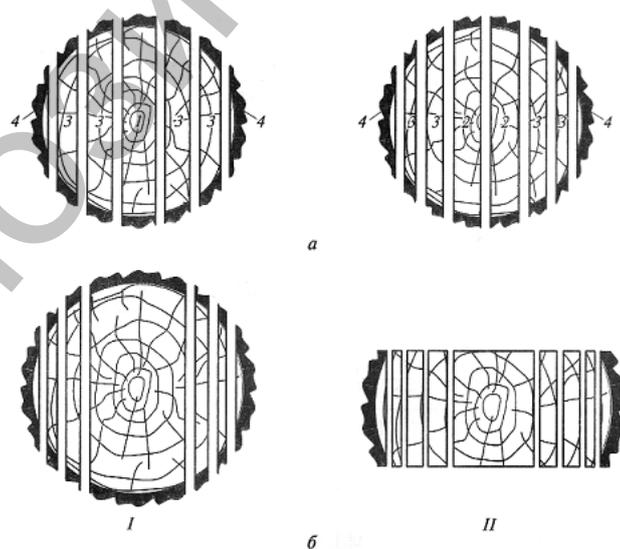

Рисунок 15 – Основные схемы раскря бревен
*Лесопиление* – важнейший процесс первичной механической обработки деловой древесины. Он включает в себя также сортировку, сушку древесины, увязку ее в пакеты, т.е. подготовку пиломатериалов к отправке потребителям. Лесопиление осуществляется на лесопильных заводах с помощью лесопильной рамы. Распилку бревна производят двумя способами: *вразвал* и *с брусковкой* (рисунок 15).